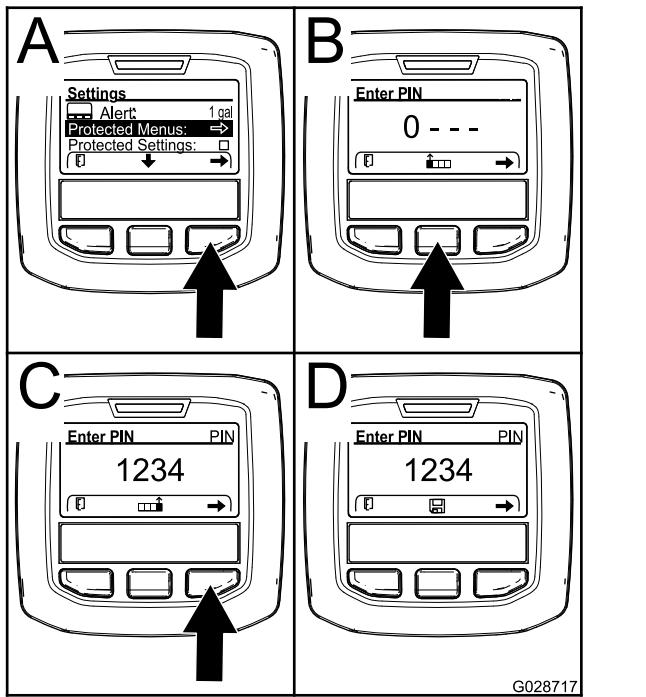

Figura 62
- Premete il pulsante di selezione destro per selezionare i Menu protetti (A della Figura 62).
- Premete il pulsante di selezione centrale (B della Figura 62) per aumentare il valore numerico (da 0 a 9).
- Premete il pulsante di selezione destro (C della Figura 62) per spostare il cursore alla posizione numerica successiva a destra.
Nota: Comparirà l'Icona Salva sopra il pulsante di selezione centrale (D della Figura 62).